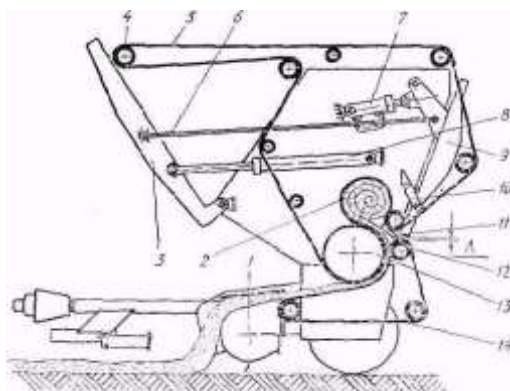

Рис. 8. Технологическая схема работы пресс-подборщика:
**6. Отрегулировать зазор между отсекагелем 11 (рис. 8) и подвижным (верхним) валиком транспортера перемещением блока транспортера по эллипсным отверстиям боковин колесного хода при помощи упорных болтов. Зазор должен быть 3 - 8 мм.**